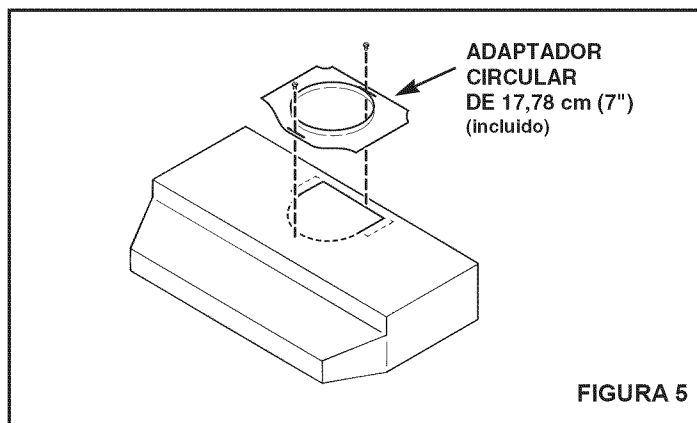

FIGURA 5
2. **Para una instalación de descarga circular de 17,78 cm (7")**, **refiérase a la FIGURA 5**. Asegure el adaptador de 17,78 cm (7") (incluido) al tope de la campana usando los tornillos provistos. Instale regulador redondo de 17,78 cm de diámetro (Modelo BP87, se compra por separado).